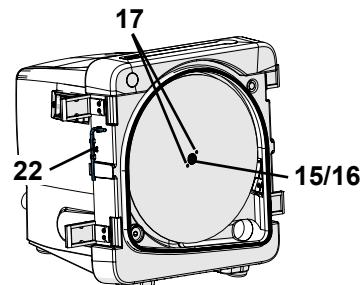

Rys. 8
- Otworzyć zamki drzwiczek (rys. 8) i zdjąć drzwiczki obcinarki.
- Wykręcić rurkę rozpylającą wodę (18) przy wygiętej stronie do tyłu.
- Wykręcić ściągacz (11) do podparcia tarczy (23), podparcie tarczy powinno odłączyć się od wału.